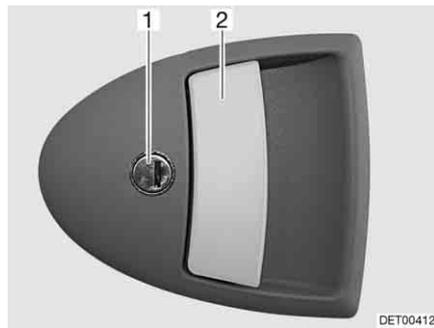

Fig. 59 Serrure de la porte cellule, à l'extérieur
- Insérer la clé dans le barillet (Fig. 59,1) et la tourner jusqu'à ce que la serrure de la porte soit déverrouillée.
- Tirer sur la poignée de la porte (Fig. 59,2). La porte est ouverte.
- Insérer la clé dans le barillet (Fig. 59,1) et la tourner jusqu'à ce que la serrure de la porte soit verrouillée.